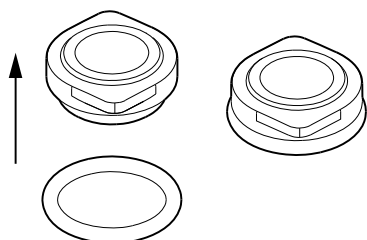

Fig. 22 Colocar la junta tórica en la parte fija del cierre mecánico.
1. Colocar la cubierta (pos. 32) y la junta tórica (pos. 31). Lubricar la junta tórica. Ver sección 3. *Pares de apriete y lubricantes.*
2. Colocar la junta tórica (pos. 102) en la parte fija del cierre mecánico. Ver fig. 22. Para una correcta lubricación, ver sección 3. *Pares de apriete y lubricantes.*